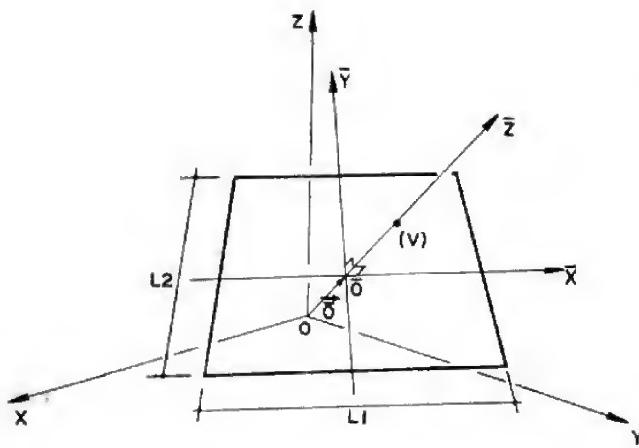

Fig. 2 — O sistema \overline{XYZ} de coordenadas
- f) o sistema \overline{XYZ} de coordenadas, bem como os outros parâmetros, se apresentam como mostra a Fig. 2.
que são as coordenadas da origem do sistema \overline{XYZ} (Fig. 2). Esse sistema nos é particularmente interessante, pois o plano \overline{XY} é o próprio plano projetante.
O vetor unitário \vec{k} tem sua determinação imediata, pois é o valor unitário do vetor \vec{O} (Fig. 2 e Equação (5)).